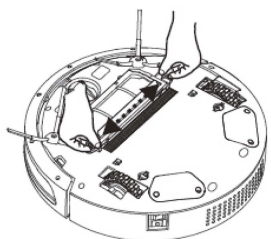

Рис.23
1. Указательными пальцами потащите П-образную скобу с двух сторон и снимите, как показано на рис.23.